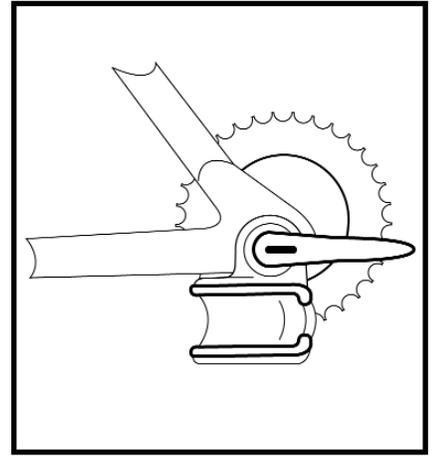

FIGURE 3
3. Insert the Hitch Q.R. Skewer making sure that the cup washer is next to the Q.R. Lever and the Axle Mounted Hitch Cup is on the outside of the bicycle frame drop out. Ensure that the Axle Mounted Hitch Cup is oriented so that the cup itself is below the Hitch Q.R. Skewer and the cup opening is facing forward. (Note: the small diameter of the Skewer Springs should point inward towards the hub axle). **FIGURE 3**
5. Move the Hitch Q.R. Lever to the closed position. It should take a noticeable amount of force to close the lever (it should leave an imprint of the lever on your palm). The Hitch Q.R. Lever should always be closed so that the lever points to the rear of the bike. This will avoid the Hitch Q.R. Lever from catching and opening while you are riding. **FIGURE 3**
3. Avant d'insérer votre nouvel axe à dégagement rapide, vous devez vous assurer que la rondelle métallique servant de base de tension est bien en place contre le levier de l'axe avant tout autre chose. Vous devez ensuite insérer la pièce d'arrimage (en forme de tasse) de sorte que sa partie modulée soit du même côté que le levier, soit à l'extérieur du cadre de votre vélo. Il est primordial que ce dernier se trouve sous le levier de l'axe et non au dessus, et que son ouverture la plus grande (le goulot) soit en direction de l'avant du vélo (Note: l'extrémité des ressorts avec le plus petit diamètre doit être pointée vers l'intérieur, c'est-à-dire en direction du pneu). **FIGURE 3**
5. Pour terminer, il ne vous reste plus qu'à mettre le levier sous tension, soit en position fermée. Pour ce faire, lors de votre manoeuvre pour fermer le levier, vous devriez avoir une empreinte de ce dernier dans la paume de votre main afin d'indiquer que la tension est parfaite. **FIGURE 3**